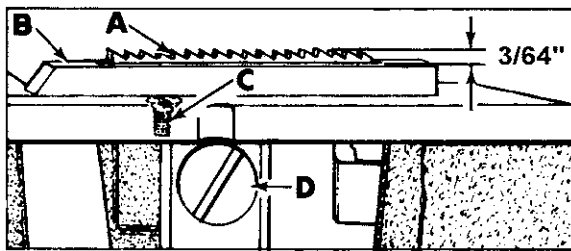

Fig. 10
Feed dog (A, Fig. 10) should be centered in throat plate (B) with equal clearance on all sides and ends with feed travel set to desired stitch length. At highest point of travel, tips of feed dog teeth should extend the depth of 3/64" above throat plate and parallel to same. Screw (C) should be set to support feed dog after screw (D) has been loosened which secures feed dog in position.
Der Transporteur (A, Fig. 10) sollte mittig von allen Seiten in der Stichplatte (B) sein, wenn der Stoffvorschub auf die gewünschte Stichlänge eingestellt ist. Die Zahnspitzen sollten bei höchstem Transporthub 3/64" = 1,2 mm über der Stichplatte und gleichzeitig parallel mit dieser sein. Stellen Sie die Schraube (C) so ein, dass die Transporteureinstellung erhalten bleibt, wenn die Schraube (D) gelockert wird.